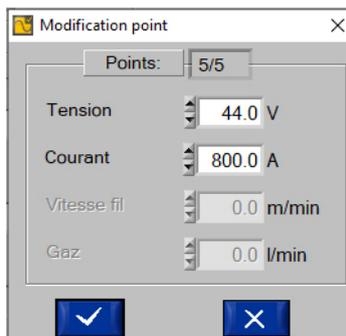

Fig. 13 : Page Modification point
- Les points ne conviennent pas, dans ce cas se placer sur le point à corriger et cliquer sur l'onglet «Modif». La page «Modification de points» (Fig.13) s'ouvre.